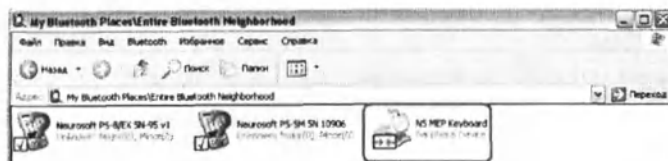

Рис. 21
9. Произойдет установка необходимых драйверов, после этого клавиатура будет подключена и ее можно будет использовать (рис. 21).